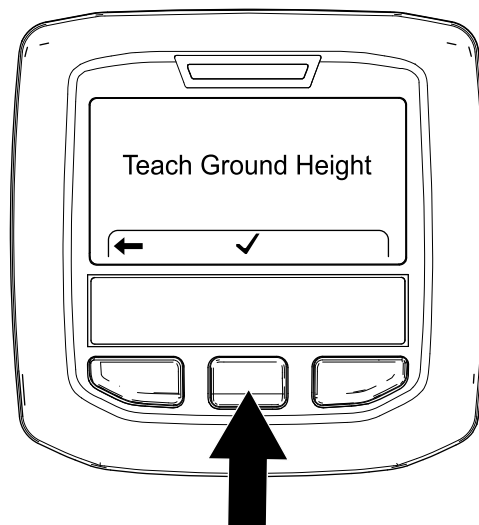

Figura 66
4. Pe ecranul Teach Ground Height (Figura 66), ap sai butonul central InfoCenter.